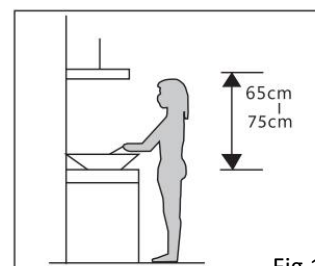

Fig 1
1. O exaustor deve ser colocado a uma distância de 65~75cm da superfície de cozedura para obter o melhor efeito. Ver Fig 1.
5. Retirar os filtros metálicos como indicado na Fig. 1.